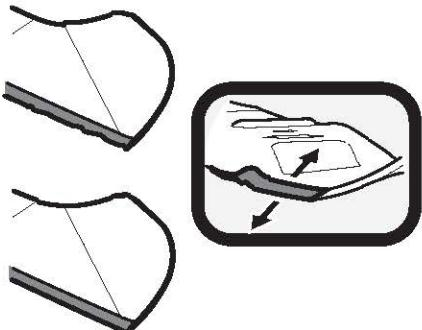

Figure 51
- Pour aiguiser correctement les lames de coupe, aiguisez les deux tranchants des lames de façon égale, parallèlement à la voile, à un angle de 25° à 30°. Aiguisez toujours chaque lame de coupe de façon égale pour assurer l'équilibre des lames (Figure 51).